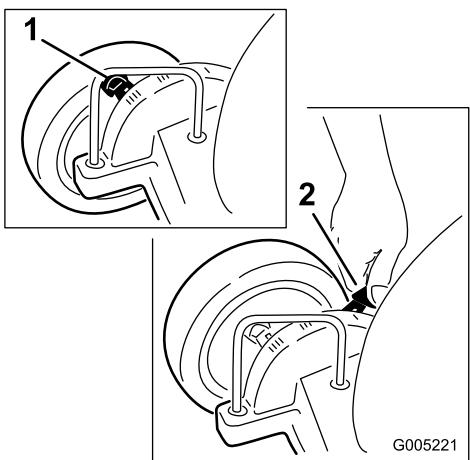

Figure 16
Les roues avant se règlent individuellement avec le levier de réglage de hauteur (Figure 16). Les roues arrière se règlent ensemble avec le levier de réglage de hauteur situé au-dessus de la roue arrière gauche (Figure 17).
1. Tirez les leviers de réglage de hauteur vers les roues (Figure 16) jusqu'à la position voulue.